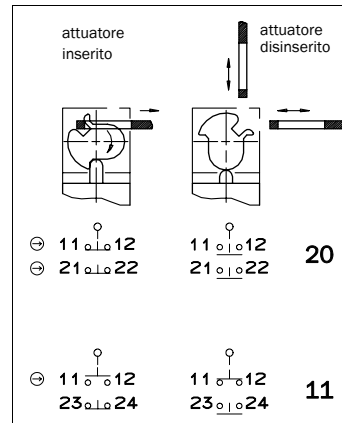

Fig. 6: elementi e funzioni di comando per varianti con ingresso cavo M20
- Per il collegamento dei contatti vedere Fig. 6.